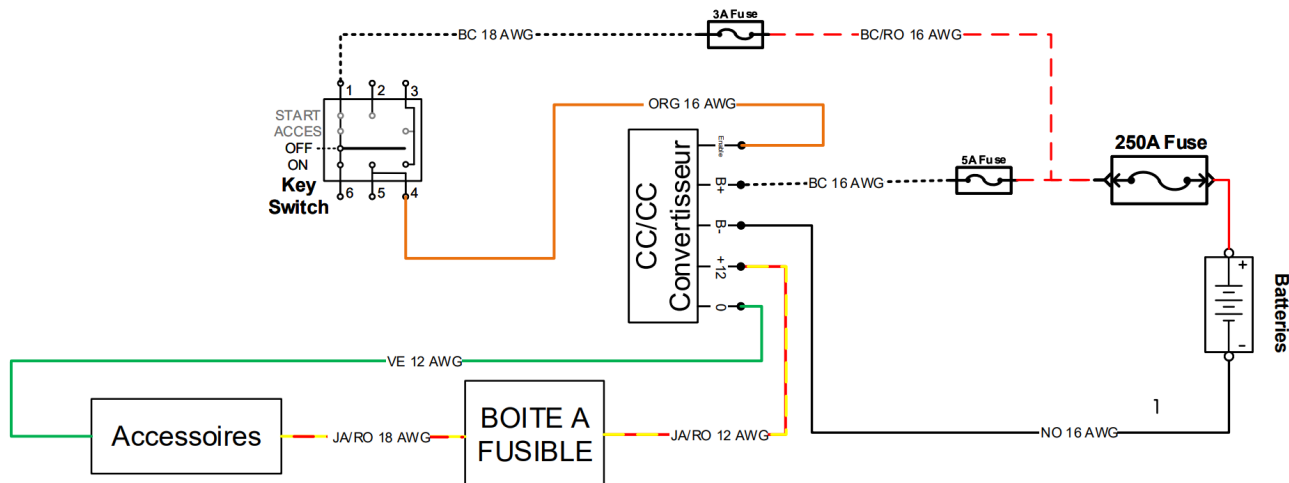

Figure 52. Inspection des bornes d'entrée et de sortie du convertisseur.
- 1.1. Vérifier la présence d'une tension entre la borne positive (B+) (fil blanc) et la borne négative (B-) (fil noir) du convertisseur CC/CC (comme illustré à la figure 52).
- 1.2. Vérifier la présence d'une tension entre le fil orange et la borne négative (B-) (fil noir) du convertisseur CC/CC (comme illustré à la figure 52).
- 2.1. Vérifier la présence d'une tension entre le fil jaune/rouge et le fil vert du convertisseur CC/CC (comme indiqué dans la figure 52).